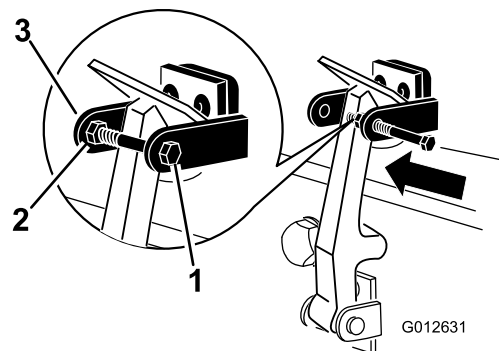

図 6
7. フードロックブラケットのもう一方のアームにボルトを取り付けてラッチを固定する 図 6。ボルトをしっかり締め付けるが、ナットは締め付けない。